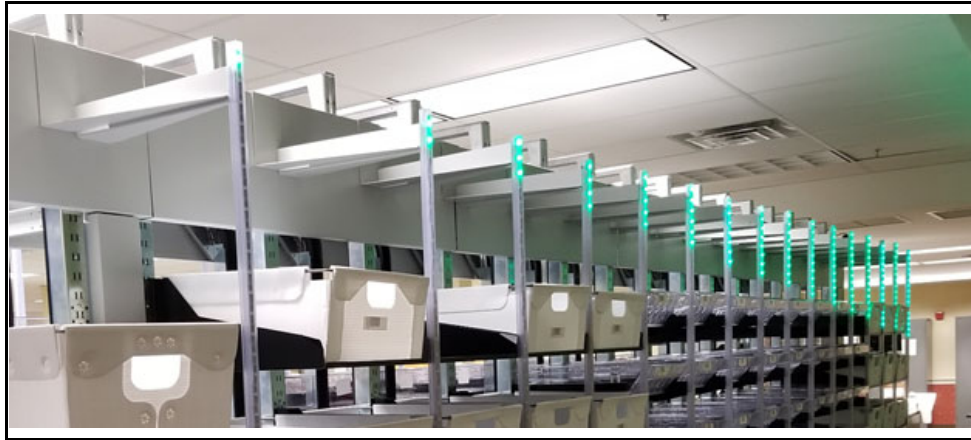

Figura 3-6: Fitas de LED Verticais
- Fitas de LED verticais montadas no suporte (consulte Figura 3-6).